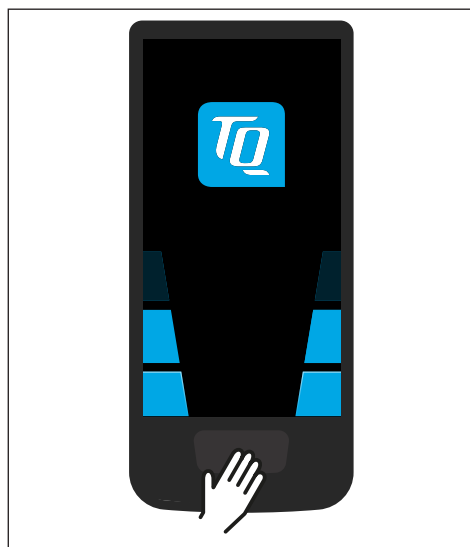

Fig. 3: Éléments de commande et d'affichage sur Display
- Allumez le Drive Unit en appuyant **brèvement** sur le bouton de commande du Display (voir Fig. 3).
- Éteignez le système en appuyant **longue ment** (>3 s) sur la touche de commande du Display (voir Fig. 3).